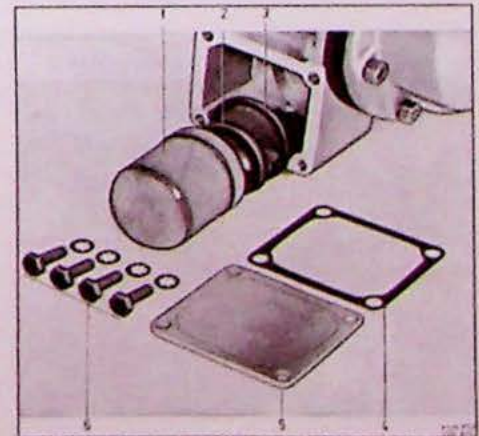

Fig. 1.6. Overdrivedetails B16 en B18.
1. Verwijder het deksel (5, Fig. 1.6). Neem de oliezeef (1) en de magneetset (2) eruit (Fig. 1.6). Reinig de zeef in petroleum. Blaas droog met perslucht.